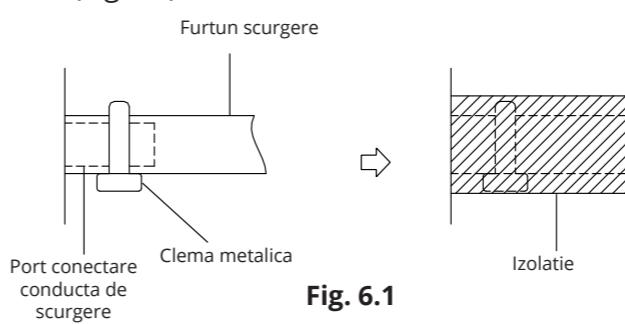

Fig. 6.1
- Conectați conductă la portul de conectare al unității. Izolați și strângeți cu o clema metalică. (Fig 6.1)